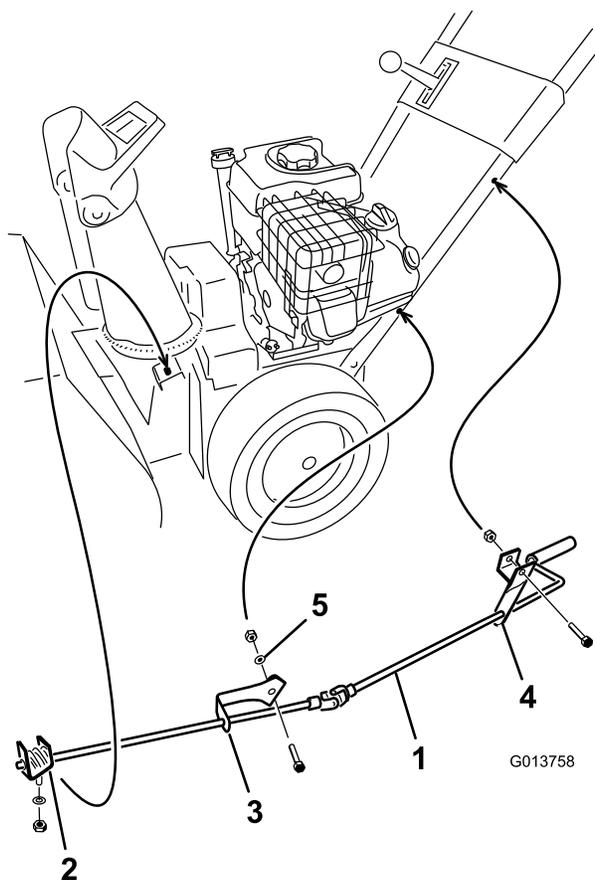

Figure 10
1. Fixez le support supérieur de l'éjecteur (attaché à la tige d'orientation) au côté gauche du guidon avec un boulon et un contre-écrou Figure 10.
- Fixez le support inférieur de l'éjecteur (attaché à la tige d'orientation) au côté gauche du guidon avec un boulon, une rondelle bombée, une rondelle plate et un contre-écrou (Figure 10).
- Serrez les contre-écrous de fixation des 2 supports d'orientation de l'éjecteur (Figure 10).